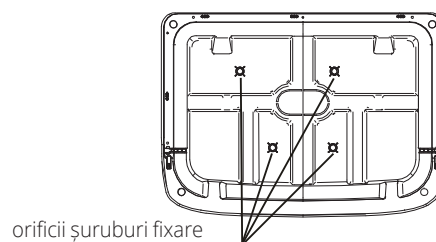

Fig. 8.5
2. Introduceți șuruburile M8 în aparat în timp ce se află pe podea (cantitatea de șuruburi utilizate depinde de numărul de găuri de pe șasiul unității). (Vedeți Fig. 8.5)